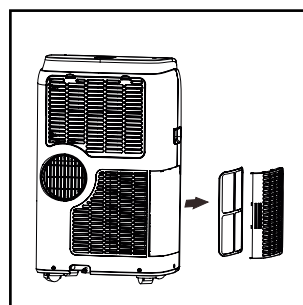

Fig. 29
Paso 1: Sacar un filtro como en la Fig. 29.